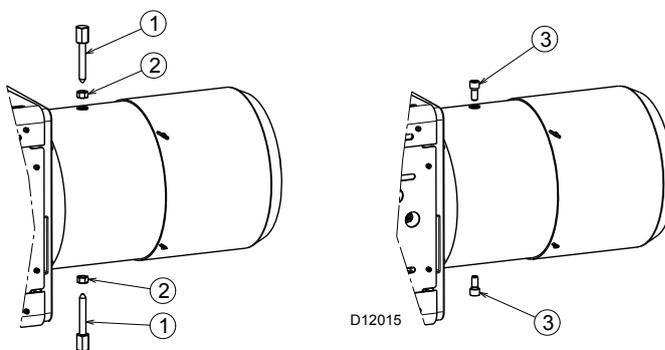

Fig. 10
- Prima di montare il bruciatore sulla caldaia rimuovere le viti e i dadi 1)-2)(Fig. 10).